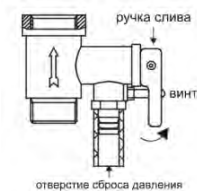

Рисунок 8
4. На входной патрубке, обозначенный голубым цветом и стрелкой направления течения воды, накрутите предохранительный клапан так, чтобы течение воды совпадало с направлением стрелки на корпусе клапана. На отверстие сброса давления предохранительного клапана (см. рисунок 8) оденьте дренажную трубку* для отвода воды (возможно появление при нагревании) в канализацию (трубку необходимо направить строго вниз и запрещено перегибать её).
6. Чтобы слить воду из внутреннего бака, можно воспользоваться сливным отверстием (только для серии FSM8) (необходимо открутить заглушку, закрывающую сливное отверстие), также воду можно слить через предохранительный клапан (открутить сливной винт предохранительного клапана и перевести ручку слива в верхнее положение, при этом кран выхода горячей воды должен быть открыт, а кран подачи холодной воды в водонагреватель должен быть перекрыт) (см. рисунок 8).